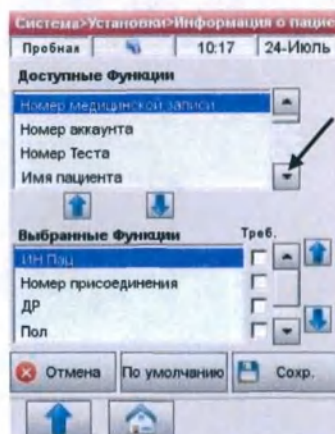

Рис.3-18 Информация о пациенте
4. Для дополнительных опций прокрутите вниз (Рис.3-18).